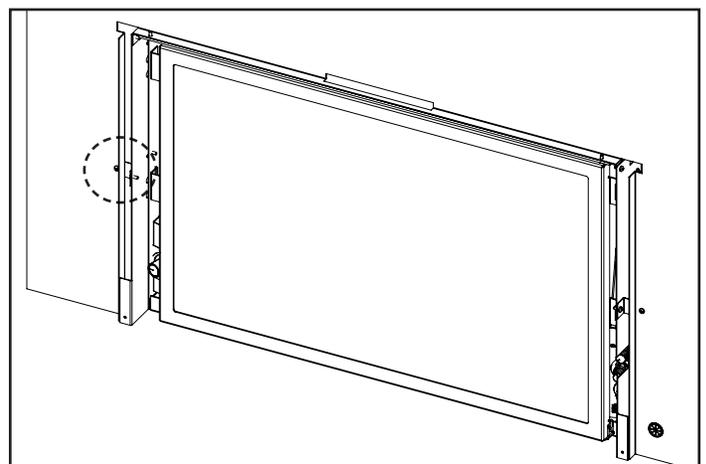

Figure 42: Panneau Trimmable Installée
3. En utilisant le matériel restant fixer le panneau Trimmable aux supports Panel à l'aide d'un tournevis Torx T20 (Voir Figure 42).